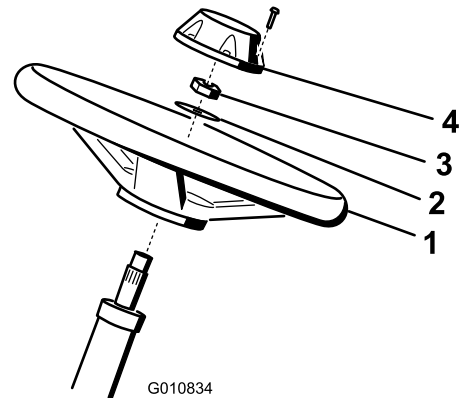

图4
1. 将方向盘滑入转向轴 (图4)。
2. 将垫圈滑入转向轴 (图4)。
3. 使用锁紧螺母将方向盘固定到转向轴上，旋紧至 27~35N·m (图4)。
4. 将中心盖安装到方向盘上，并用 6 个螺栓固定 (图4)。